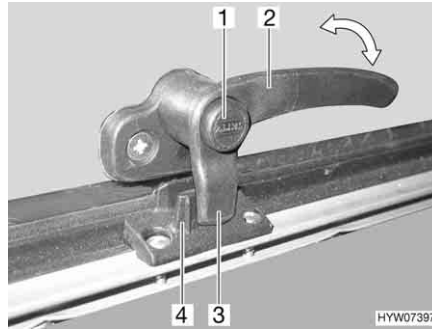
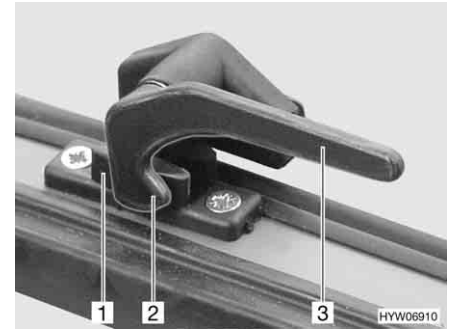

Bild 78 Låsarm med låsknapp i läget "stängd"
Bild 79 Låsarm i läget "stängd"
- Tryck på låsknappen (Bild 78,1) om sådan finns och håll den nedtryckt.
- Sväng låsarmen (Bild 78,2 eller Bild 79,3) ett kvarts varv mot fönstrets mitt.
- Sväng låsarmen (Bild 78,2 eller Bild 79,3) ett kvarts varv mot fönsterkarmen. Låsspaken (Bild 78,3 eller Bild 79,2) på låsarmen sitter helt på fönsterläsets insida (Bild 78,4 eller Bild 79,1).
- I läget "helt stängt" (Bild 78 och Bild 79)